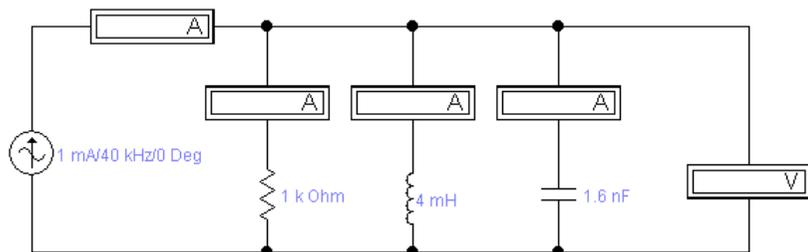

Рис. 20.
5. В программе WorkBench проведите схемотехническое моделирование параллельного соединения тех же элементов, что и в цепи на рис. 19, но с источником тока I_0 . Пример показан на рис. 20.